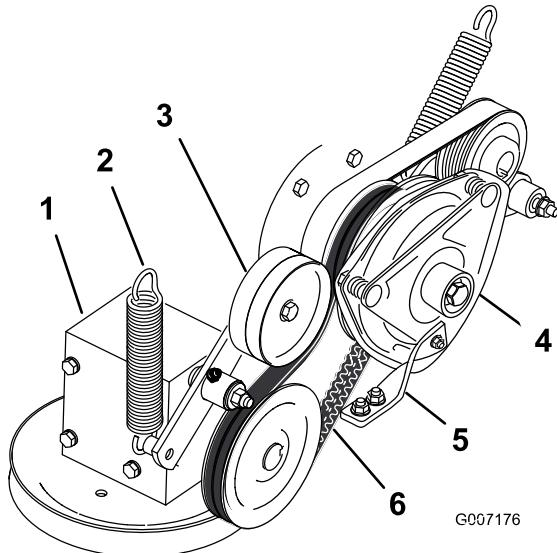

Figura 70
| 4. Retire a mola do braço intermédio (Figura 70). | 5. Retire o suporte de paragem da embraiagem. |
7. Instale a correia de transmissão da tomada de força em torno da polia da embraiagem e da polia da caixa de velocidades (Figura 70).
9. Instale a mola no braço intermédio (Figura 70).